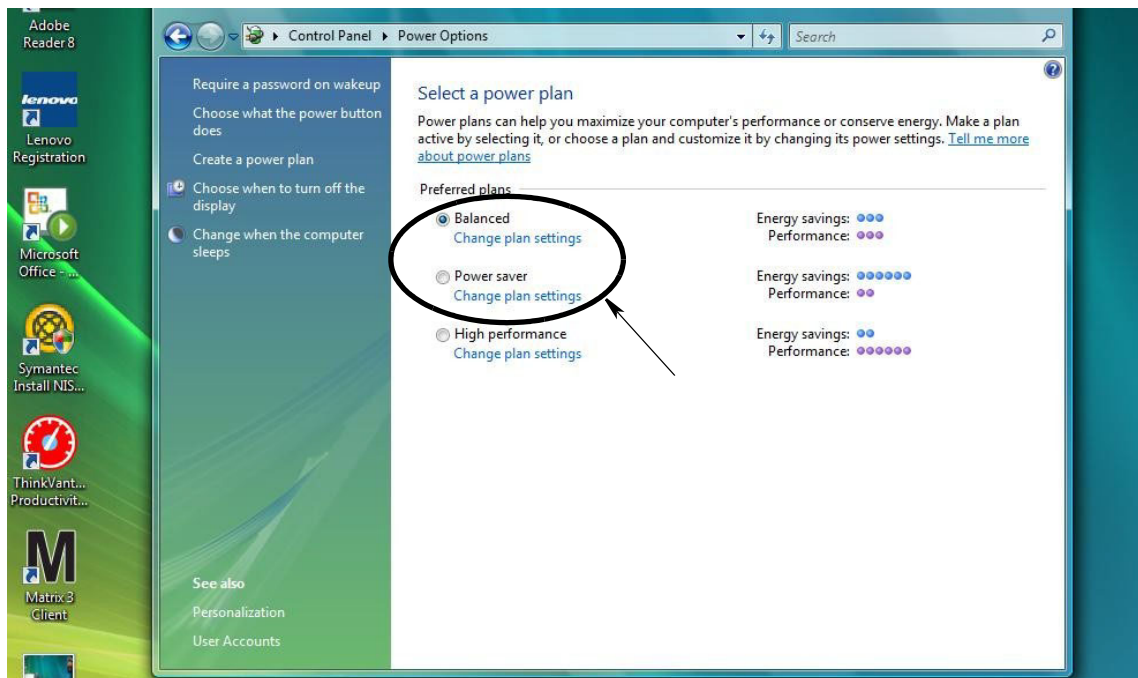

Рис. 34
3. Выберите план электропитания «Сбалансированный» или «Экономия энергии», затем перейдите по ссылке «Изменение параметров плана» к настройке параметров спящего режима (Рис. 34).